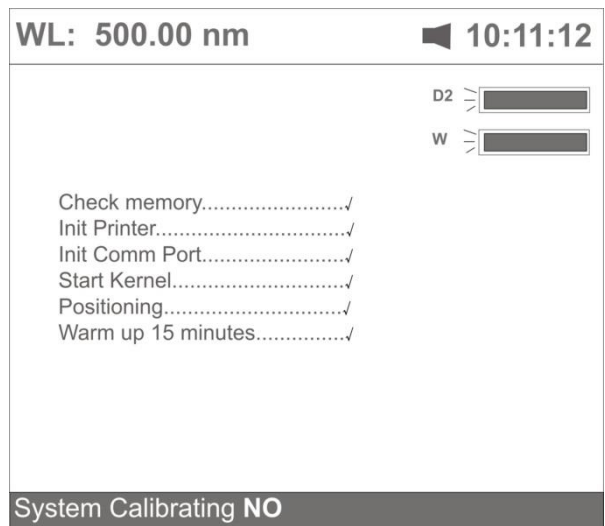
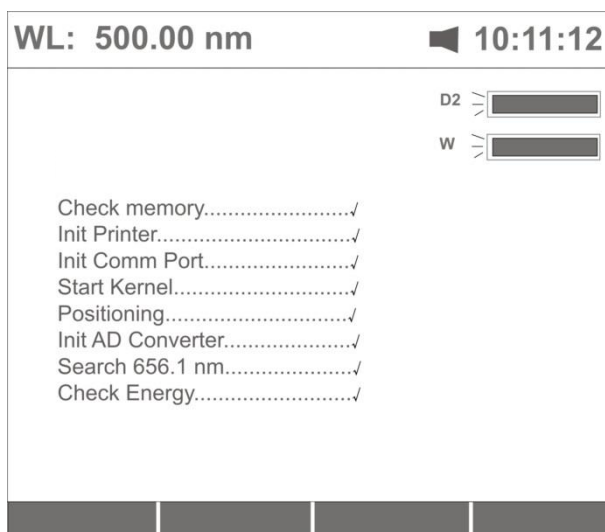
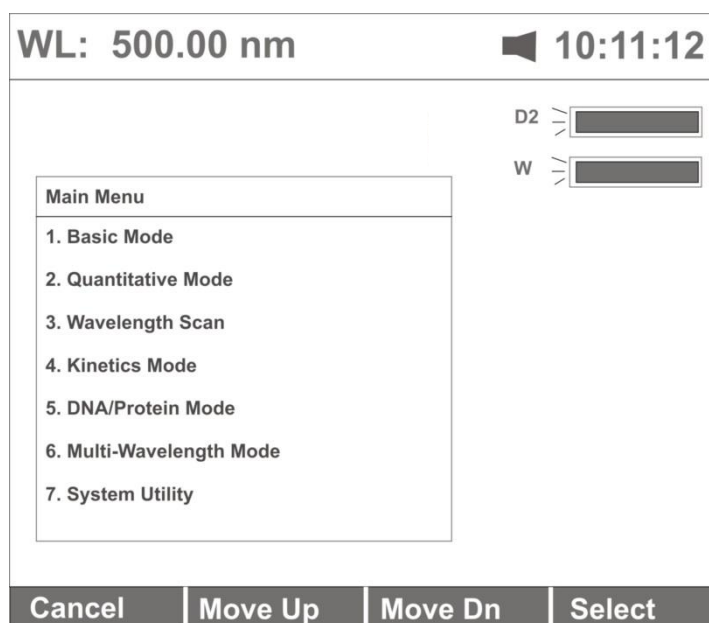
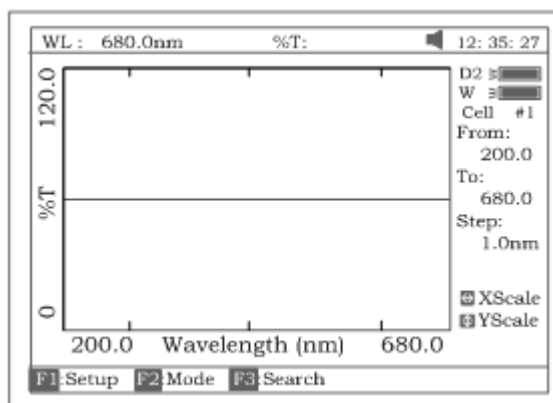

Рисунок 5
Рисунок 6
Рисунок 7
Рисунок 13
1. *Сначала выполняется проверка памяти (рис.4). Подождите, пожалуйста, или нажмите на любую клавишу, чтобы пропустить этот шаг. После позиционирования фильтра, устройства автоматической смены ячейки (если оно установлено) и лампы D2/W экран дисплея будет выглядеть так, как показано на рисунке 4А. Подождите 15 минут или нажмите клавишу [ОТМЕНА]. Экран примет вид, показанный на рис. 5. Выберите пункт «No» для перехода в основное меню (рис.7) и выберите «Yes» (что рекомендуется) для выполнения калибровки системы (рис.6). Процесс калибровки включает в себя «определение темнового тока», «поиск 656,1нм» и «проверку энергии». После окончания калибровки, возвращайтесь снова в главное меню (рис.7).*
3. *Если в приборе не установлено устройство автоматической смены ячеек, на экране появится запись «ячейка №1» (КЮВЕТА#1) (рис.7).*
Нажатием п.3 в меню, показанном на рис.7, выполняется переход в режим сканирования. Нажмите клавишу **[ОТКРЫТЬ]** — в нижней строке появится первый хранящийся в памяти файл (ABC.wav) (см. рис.13). Пользуясь клавишами **[Λ]** или **[V]**, просмотрите файлы, хранящиеся в памяти. Затем если:
Установите кювету с холостым раствором на пути прохождения светового луча. Нажмите на [1] в главном меню (рис.7) для входа в основной режим анализа ("Basic mode"). После выполняемого автоматически сброса показаний экран примет вид, как показано на рисунке 18 (установлен автоматический пробоподатчик), или как показано на рисунке 19 (если автоматический пробоподатчик не установлен). После этого предполагается какое-либо действие оператора. Для выхода используйте клавишу [ОТМЕНА].